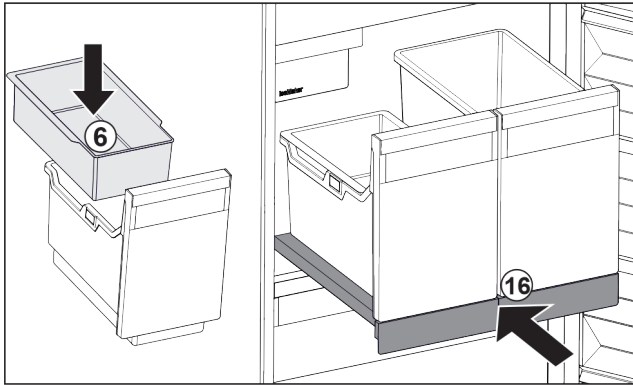

Fig. 146
- Installer le balconnet Fig. 146 (6) pour glaçons.
- Rentrer le compartiment coulissant avec le bac (IceTower). Fig. 146 (16)